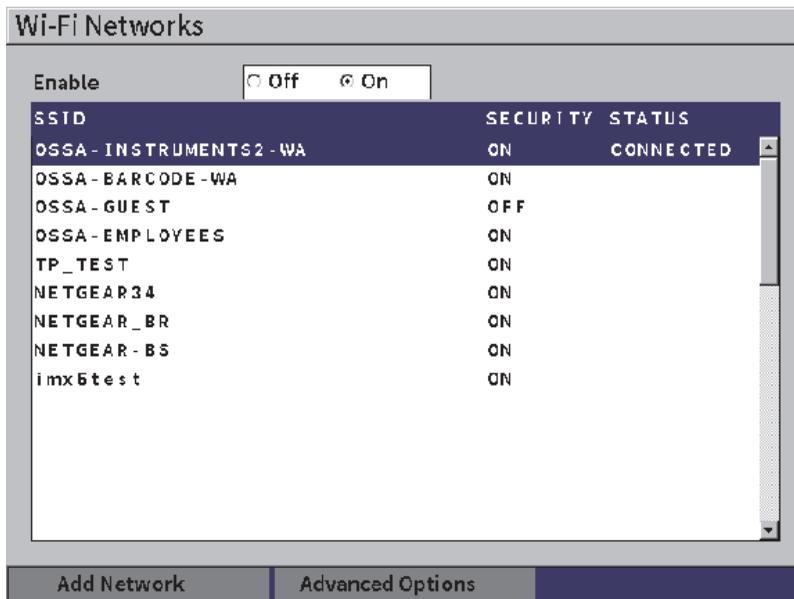

図 10-1 Wi-Fi ネットワーク設定ページ
2. **Wi-Fi** アイコン（）を選択して **Wi-Fi ネットワーク**設定ページを開きます（168 ページの図 10-1 参照）。